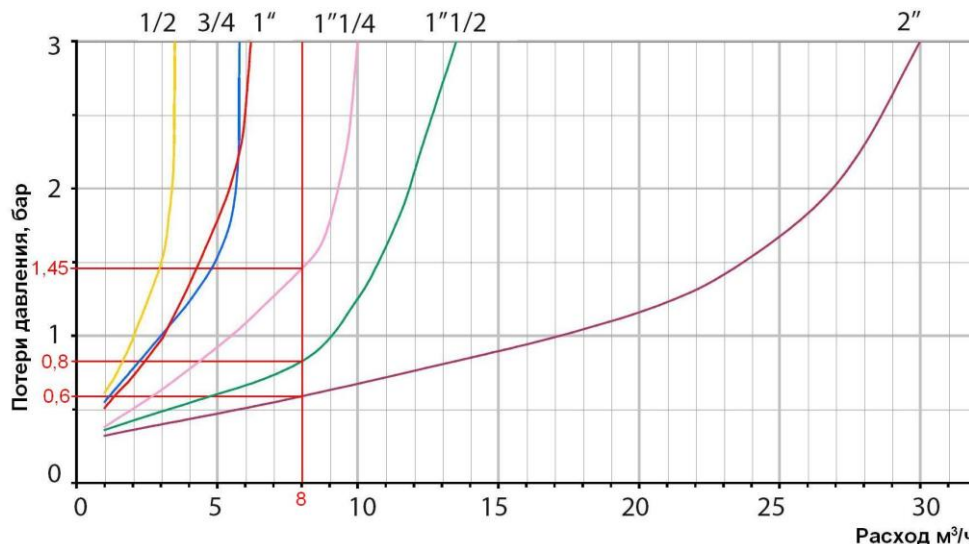

Рис. 3 Диаграмма потерь давления на клапане 7BIS в зависимости от расхода через него.
2. Выбрать условный проход клапана редукционного 7BIS (рис. 3)
Требуемый расход среды через клапан 8 м³/ч. Согласно диаграмме (рис.3) для расхода 8 м³/ч можно выбрать клапаны с условными проходами: DN 32 , DN 40, DN 50.